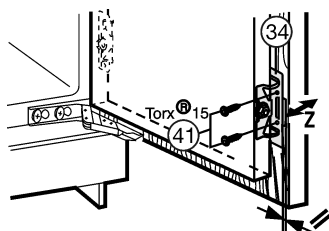

Fig. 24
- ▶ Visser Fig. 24 (41) la porte de l'appareil sur la porte du meuble à travers les cornières de fixation Fig. 24 (34).